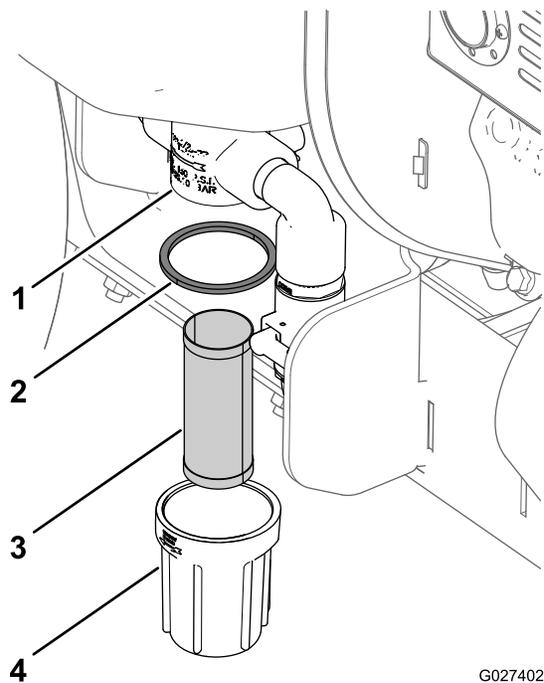

Figure 52
4. Tournez la cuvette du filtre dans le sens antihoraire et déposez la cuvette et la crépine du boîtier du filtre (Figure 52).
- Remettez la crépine dans le boîtier du filtre (Figure 52).
- Vissez le joint et la cuvette à la main sur le boîtier du filtre (Figure 52).